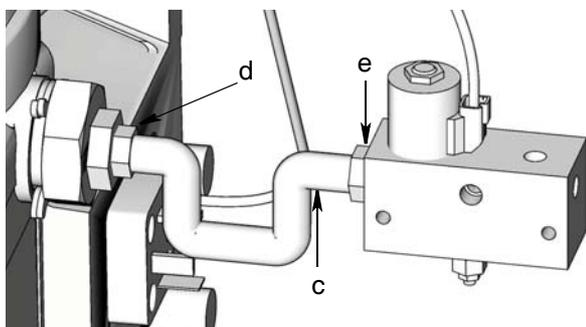
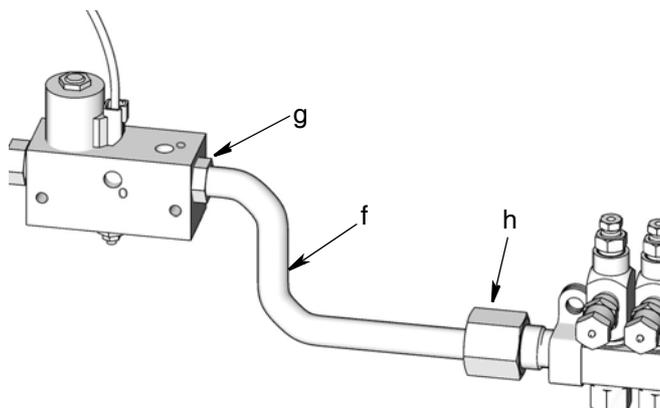

FIG. 5
FIG. 6
**OBSERVATION :** Si vous utilisez un des Kits de la soupape de ventilation BSPP, installer l'adaptateur (7) dans l'élément de la pompe avant d'installer le raccord de l'élément de la pompe (c) puis continuez l'installation, étape 6.
6. Brancher le tube d'entrée (c) au raccord de l'élément de la pompe et le raccord d'entrée (e) à la porte multiple (estampé avec un « I ») (FIG. 5). Clé anglaise uniquement.
7. Brancher le tube principal (f) à une sortie multiple (g) (estampé avec un « O ») et l'entrée de l'injecteur (h) (FIG. 6).
3. Retirer les plomberies existantes installées entre l'élément de la pompe (d) (FIG. 5) et l'entrée de l'injecteur (h) (FIG. 6).